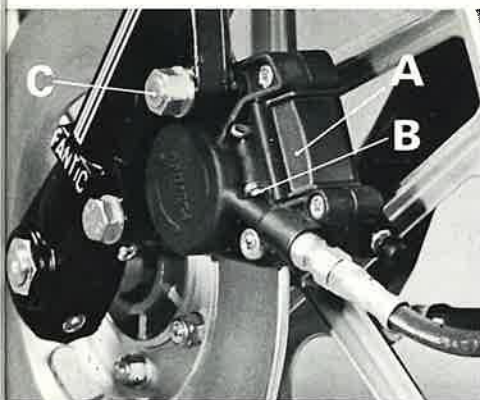

Fig. 39 - Pinza freno
- Svitare le viti fissaggio pinza freno alla gamba forcella (C Fig. 39) e sfilare la pinza dal disco freno senza smontare la tubazione olio.
- smontare il coperchietto A Fig. 39
- smontare le copiglie B Fig. 39